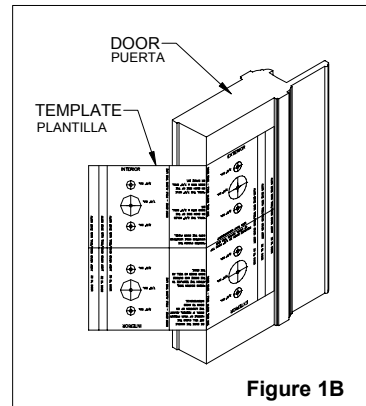

Figure 1B
**B:** Place the centerline of the template at the center location marked on the door. Fold the template around the edge of the door so the inside and outside of the template correspond to the inside and outside of the door. Align the door edge lines on the template with the door edges and tape it in place. Drill Holes into the door according to template. **Figure 1B**
**B :** Placez le guide fourni avec la poignée sur la porte de façon à ce que la ligne centrale du guide coïncide avec la marque sur la porte. Pliez le guide de chaque côté de la rive de porte pour que l'intérieur et l'extérieur du guide correspondent à l'intérieur et à l'extérieur de la porte. Alignez les lignes du guide avec les bords de la rive et fixez le guide en place au moyen de ruban-cache. **Figure 1B**